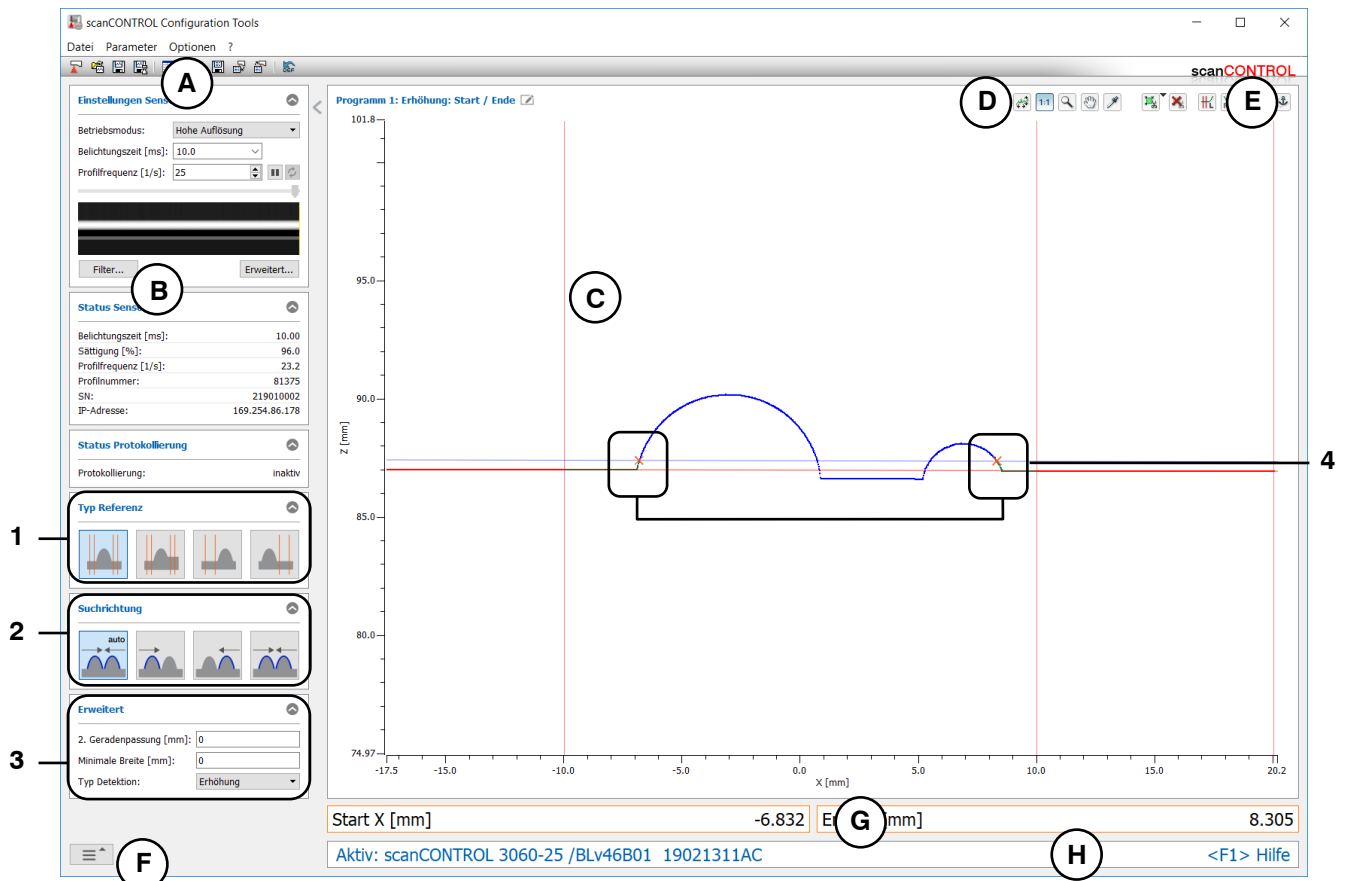

Abb. 4.27: Messprogramm „Erhöhung Start/Ende“
- Definieren Sie den Typ der Erhöhung (siehe Abb. 4.27 und Kap. 3.13.1):